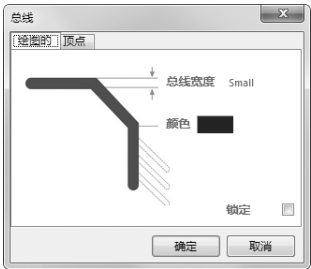

图 3-7 “总线”对话框
- (3) 设置总线的属性。在放置总线的过程中，用户可以对总线的属性进行设置。双击总线或在光标处于放置总线的状态时按 <Tab> 键，弹出如图 3-7 所示的“总线”对话框，在该对话框中可以对总线的属性进行设置。